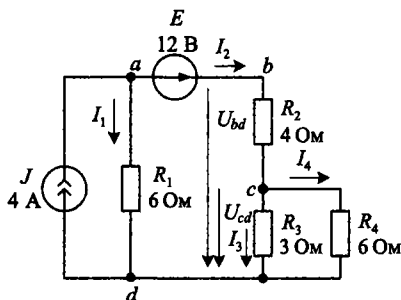

Рис. 2.3. Схема к заданию № 1
Схема электрической цепи изображена на рис. 2.3. Найти токи во всех ветвях и напряжения  $U_{bd}$  и  $U_{cd}$ .
Если в схеме рис. 2.3 требуется найти ток только в одной ветви, например ток  $I_2$  в ветви  $bc$ , то такой расчет проще сделать *методом эквивалентного генератора*. Для этого отключим временно резистор  $R_2$  и найдем напряжение холостого хода  $U_{bcхх}$  между точками  $bc$ . Затем найдем входное сопротивление  $R_{bcвх}$  схемы относительно
В схеме рис. 2.3 найти ток нагрузки  $I_2$  и мощность в нагрузке методом эквивалентного генератора.
1. В режиме холостого хода ток в схеме рис. 2.3 будет проходить только в источнике тока и резисторе  $R_1$ . Напряжение холостого хода найдем по формуле:  $U_{bcхх} = U_{abхх} + E = JR_1 + E$ .